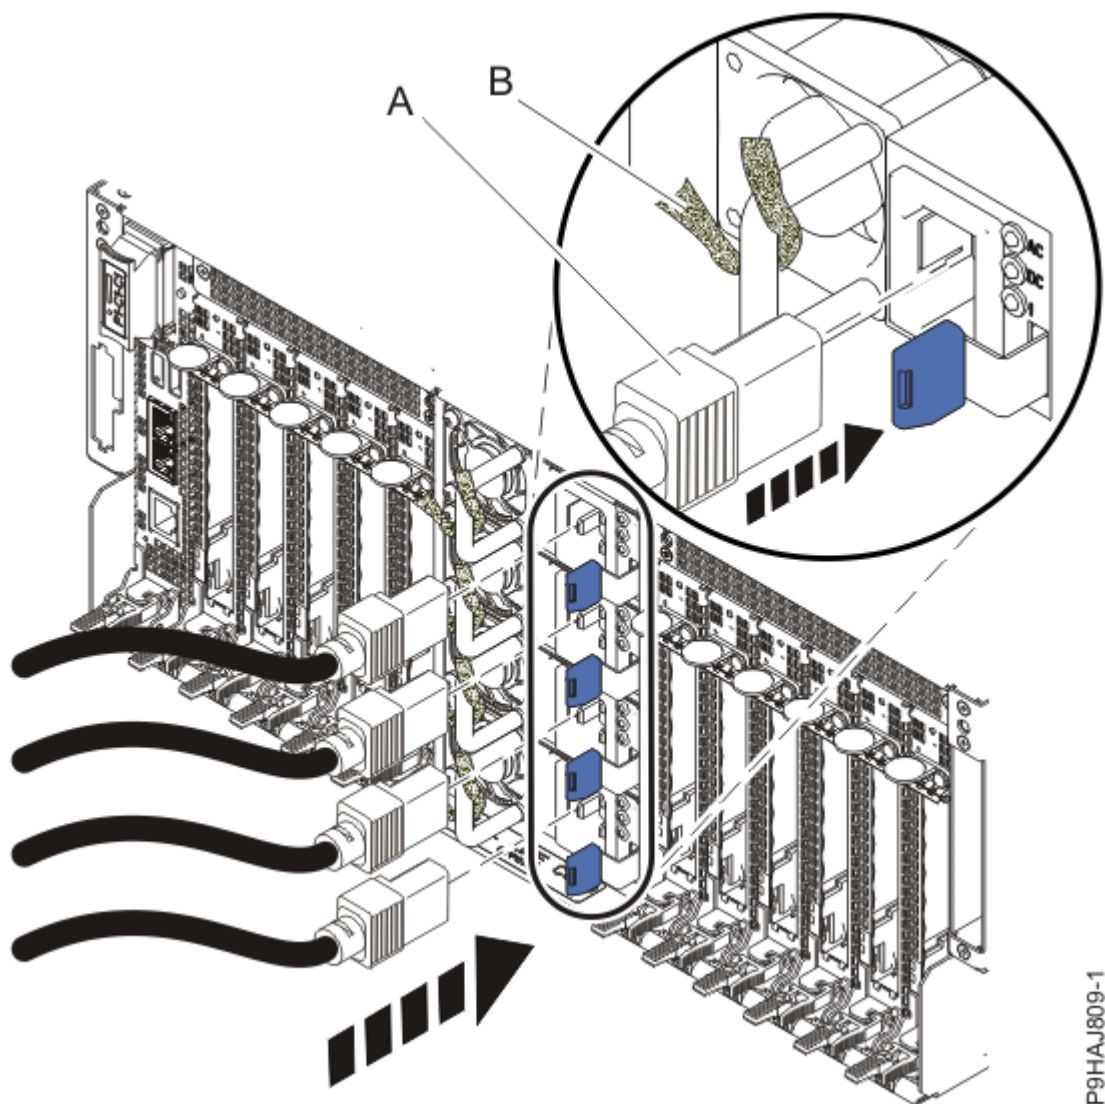

Рисунок 41. Подключение кабелей питания и их закрепление с помощью стяжек
6. Подключите кабели питания к блокам питания (A). См. Рисунок 41 на стр. 52.
8. Закрепите шнуры и кабели с помощью стяжек или фиксаторов с липучкой (B), как показано на Рисунок 41 на стр. 52.